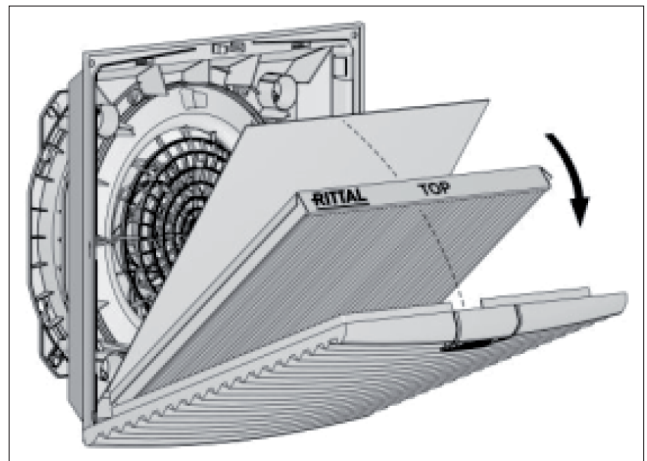

Fig. 9 : insérer le filtre plissé IP 55
- Uniquement pour IP 55 : pour les filtres plissés IP 55, placer le filtre absorbant non tissé fourni sur le filtre plissé déjà inséré (voir fig. 9). Le sens d'insertion du filtre absorbant est n'a pas d'importance.